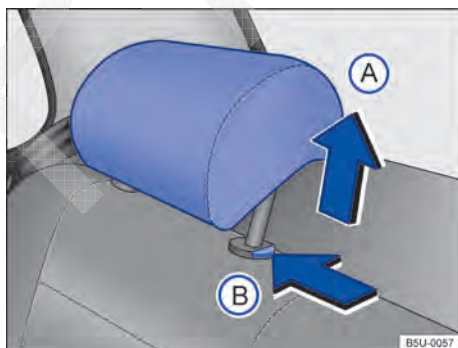

Fig. 70 Desinstalar o apoio para cabeça traseiro.
- Pressionar a tecla → Fig. 70 (B) no sentido da seta. Retirar o apoio para cabeça com a tecla pressionada.
- Empurrar o apoio para cabeça para baixo com a tecla → Fig. 70 (B) pressionada.